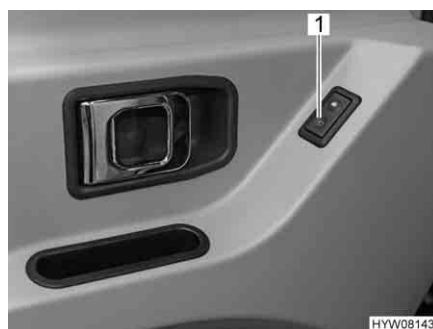

Fig. 17 Interruttore per l'alzacristalli elettrico nella porta conducente
- Premere l'interruttore (Fig. 17,1).